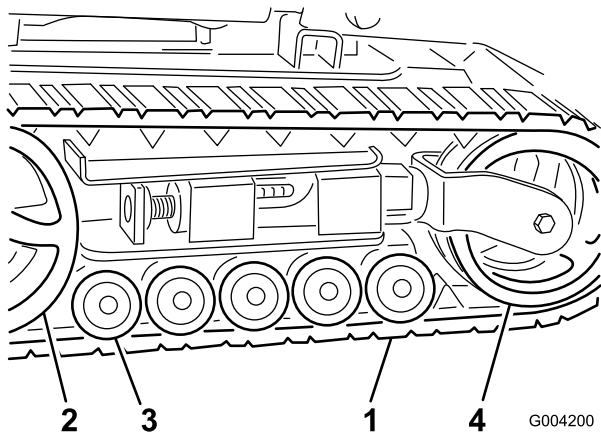

Figure 37
**Important:** Nettoyez soigneusement les galets de roulement, la roue de tension et le barbotin d'entraînement (Figure 37). Les galets de roulement doivent tourner librement lorsqu'ils sont propres.